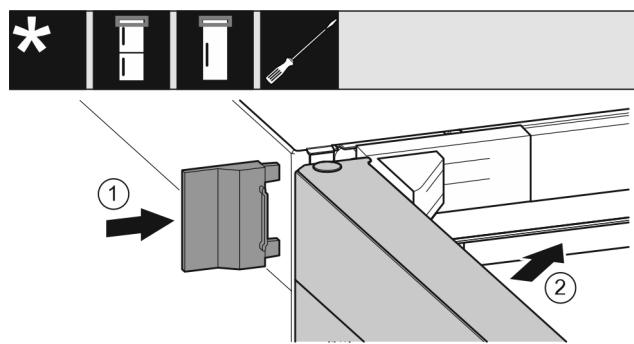

Fig. 34
- Nasuňte vonkajší kryt. Fig. 34 (1)
- Zavorte horné dvere. Fig. 34 (2)